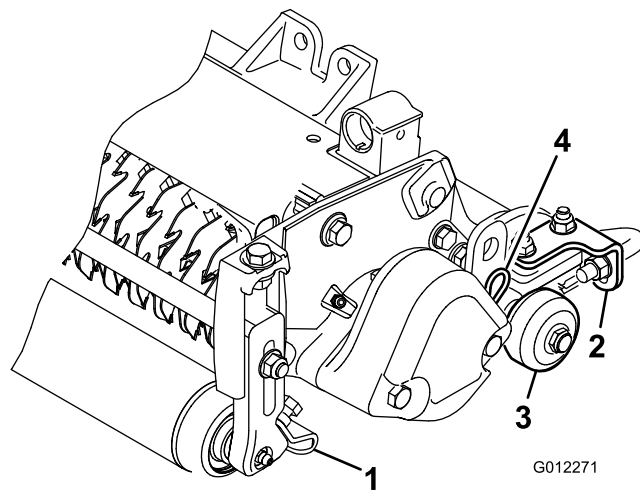

Figura 6
1. Allentate i dadi flangiati che assicurano i raschiarulli (Figura 6).
Prima di abbassare i verticutter fino al pavimento o prima di rimuoverli dalla macchina, abbassate le ruote di trasferimento (Figura 6) per proteggere le lame dal contatto con la superficie dura.